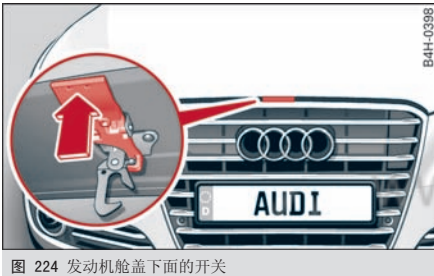

图 224 发动机舱盖下面的开关
- ▶ 将发动机舱盖下面的翘板开关向上按压 ⇨ 图 224。此时锁钩会松开。